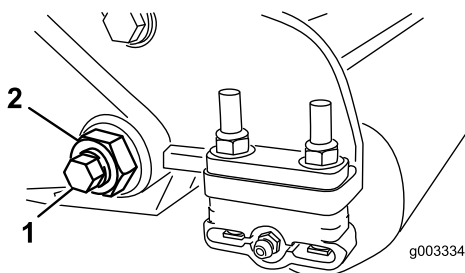

Figura 29
3. Pe fiecare latură a mainii, slăbii contrapiulița care fixează urubul barei de cadru (Figura 29).
4. Îndepărtați fiecare urub al barei de cadru, permițând tragerea în jos și îndepărtarea acestuia de pe unitatea de tăiere (Figura 29).